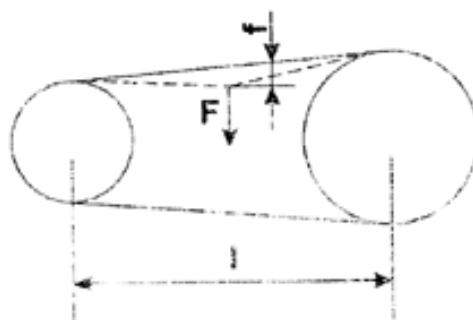

Рис.9
- контролируйте и регулируйте натяжение ремней (см. рис. 9);